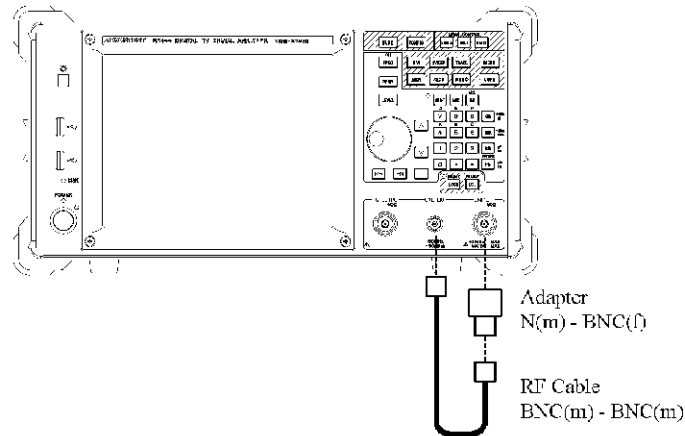

図 3-11 オート・キャリブレーション
6. R3466 は、標準付属品の N(m)-BNC (f) アダプタ、入力ケーブル (A01261-30) を使用し、図 3-11 のように接続します。R3466N は、NC(m)-BNC (f)75 Ω アダプタ、75 Ω 入力ケーブルを使用します。